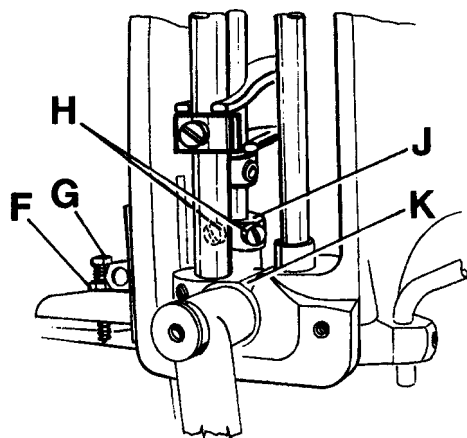
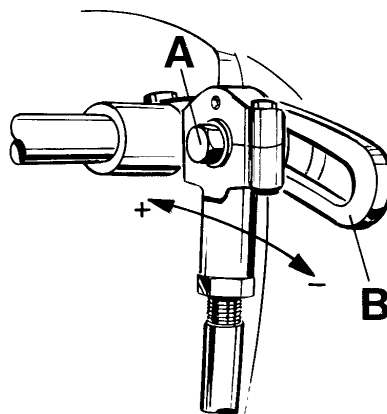

Fig. 19
Fig. 20
For setting the small gap between the feed dogs loosen nut (F, Fig. 19). Turning in screw (G) increases the gap, turning it out decreases the gap. Retighten nut (F). For matching the upper feed dog travel with the lower feed dog travel loosen screw (A, Fig. 20). Moving the ball link in the slot of rocker lever (B) to the front decreases the upper feed dog travel, moving it to the rear increases the travel. Retighten screw (A).
Para ajustar la distancia entre los dos dientes alimentadores, suelte la tuerca (F, Fig. 19). Apretando el tornillo (G) aumenta la distancia, aflojándolo disminuye la distancia. Apriete la tuerca (F) otra vez.
Para sincronizar el recorrido del transporte superior con el recorrido del transporte inferior hay que aflojar el tornillo (A, Fig. 20). Moviendo la junta esférica en la ranura de la palanca de accionamiento hacia delante disminuye el recorrido del transporte superior, moviéndola hacia atrás aumenta el recorrido. Apriete el tornillo (A) otra vez.
For adjustment loosen the two screws (H, Fig. 19) and raise the supporting yoke (J) when the upper feed dog should lift more, or lower it when it should lift less. Retighten screws (H).
Para ajuste, suelte los dos tornillos (H, Fig. 19) y levante el soporte (J) cuando el diente alimentador superior deba subir más, o bájelo cuando deba bajar más. Asegure los tornillos (H).